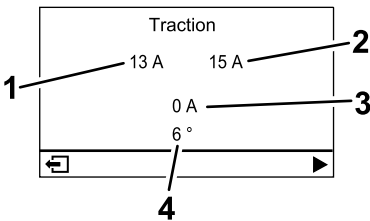

Figura 19
- Pantalla del motor de tracción (Figura 19):** muestra el ángulo de dirección actual y el amperaje asignado a cada motor de tracción.